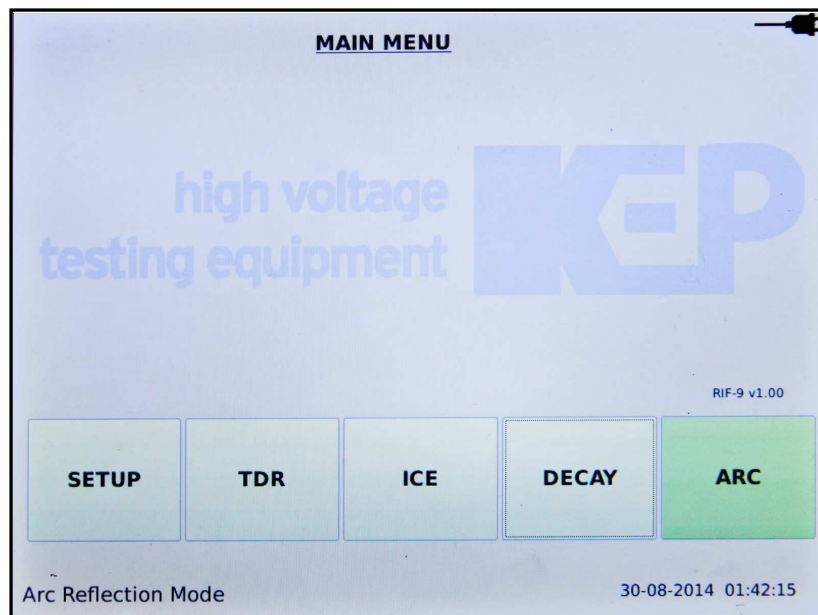

Рисунок 36 – Выбор режима «ARC»
2.5.2.3 Для включения режима «ARC» нажмите кнопку «ARC» в «Main Menu» (см. рисунок 36).